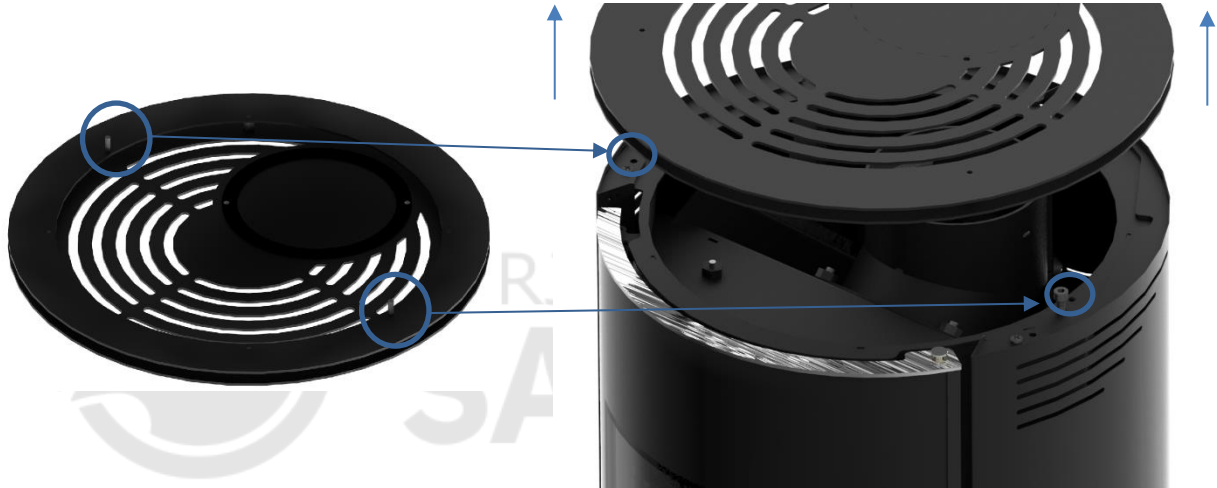

Figura 15 - Desmontaje de la tapa superior del equipo
- 1- Retire la tapa superior, simplemente levántela, como se muestra en la Figura 15.